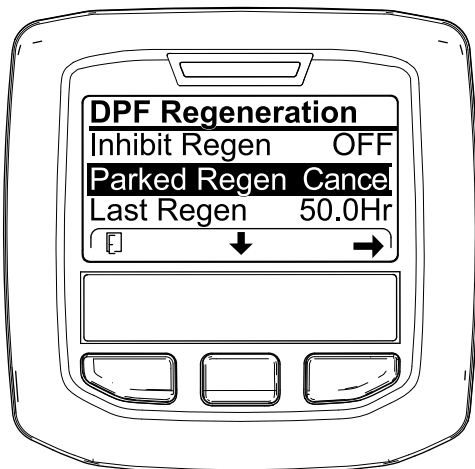
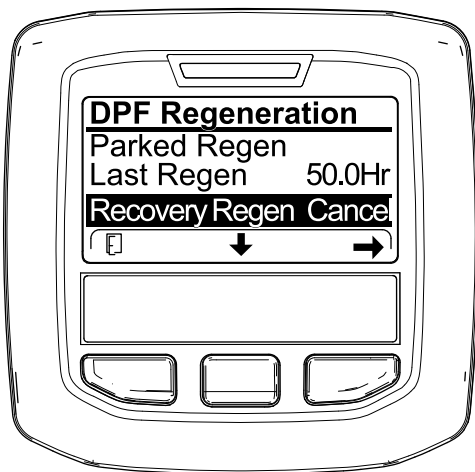

Figura 62
Figura 63
1. Acesse ao menu Regeneração do filtro de partículas de gásóleo (Figura 62).
2. Prima o botão central para ir até à opção CANCELAR REGENERAÇÃO EM ESTACIONAMENTO (Figura 62) ou CANCELAR REGENERAÇÃO DE RECUPERAÇÃO (Figura 63).
3. Pressione o botão direito para seleccionar a entrada Cancelar regeneração (Figura 62 ou Figura 63).